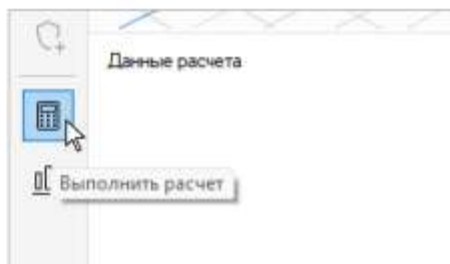

Рисунок 8.3.1
- на панели инструментов нажав кнопку **Выполнить расчет** (см. Рис. 8.3.1);